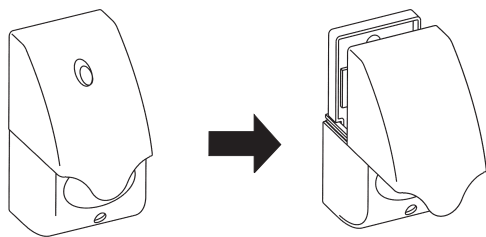

Рисунок 3
8.2 Снимите крышку батарейного отсека с оповещателя, придерживая светорассеиватель (1) и потянув крышку (2) вверх (см. рисунок 3).
11.2 Установите крышку батарейного отсека, для этого придерживая светорассеиватель, вставьте крышку в направляющие (8) и нажмите до упора (см. рисунок 3).